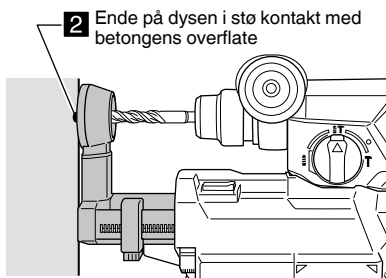

Fig. 11
(2) Løse dysen og la den få stødig kontakt med betongens overflate. (Fig. 11)